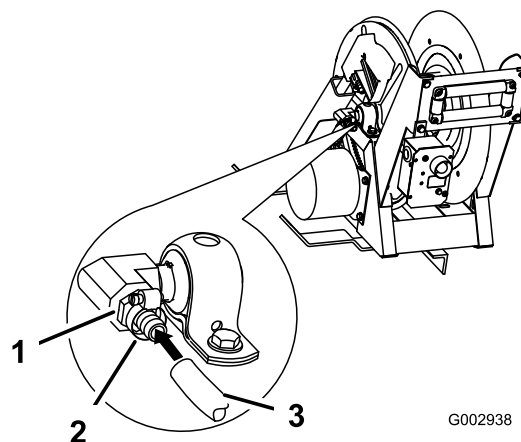

Figura 32
20. Avvolgete del nastro di Teflon in senso antiorario attorno ai filetti del raccordo dentellato (3/4 poll.) e montatelo nell'orifizio di entrata sul fianco dell'avvolgitubo (Figura 32).
22. Collegare il gruppo flessibile al raccordo sull'avvolgitubo (Figura 32) e fissate entrambe le estremità con due piccole fascette stringitubo.